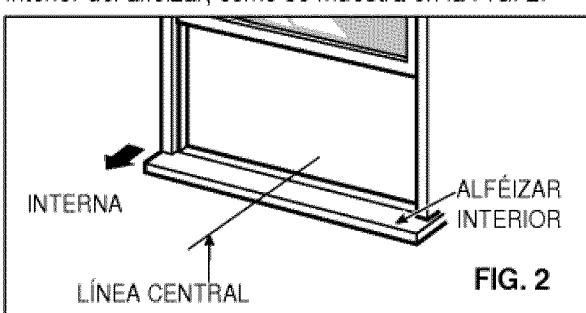

FIG. 2
- 2 Marque la línea del centro con un lápiz en el interior del alféizar, como se muestra en la FIG. 2.